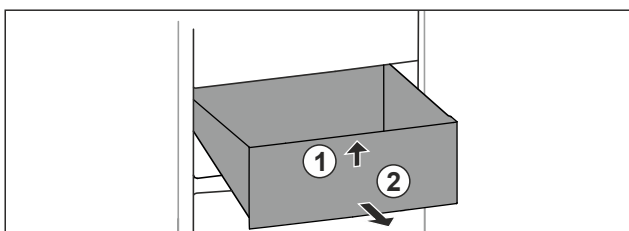

Fig. 115
- ▶ Schubfach vorne anheben. Fig. 115 (1)
- ▶ Schubfach nach vorne entnehmen. Fig. 115 (2)